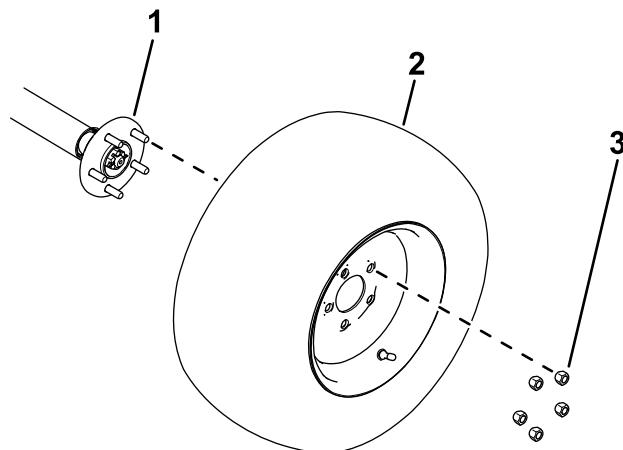

Figura 4
1. Afloje y retire las tuercas de las ruedas (Figura 4).
2. Retire las ruedas de los cubos de las ruedas (Figura 4).